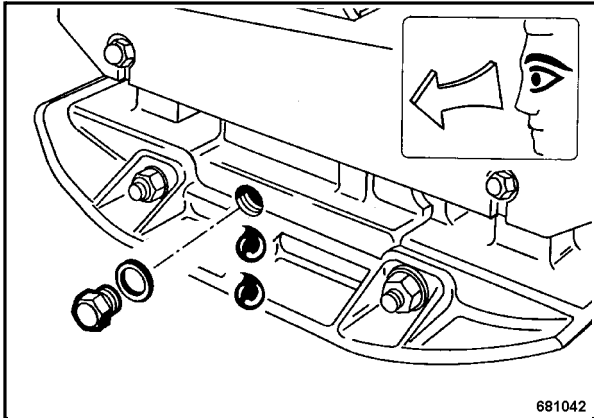

Fig. 1
- Desenroscar el tapón de control (Fig. 1), y comprobar el nivel del aceite.